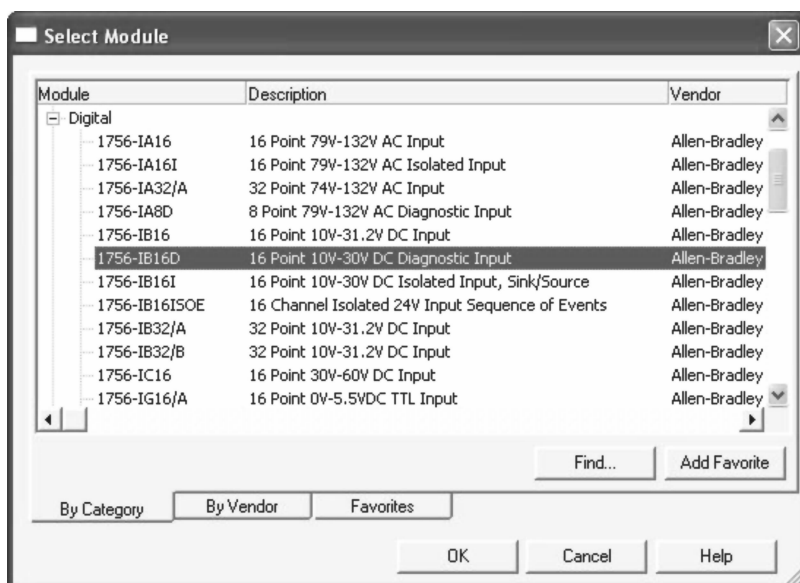

图 2-2 展开的数字模块列表
3. 选择 1756-IB16D 模块, 如图 2-2 所示。